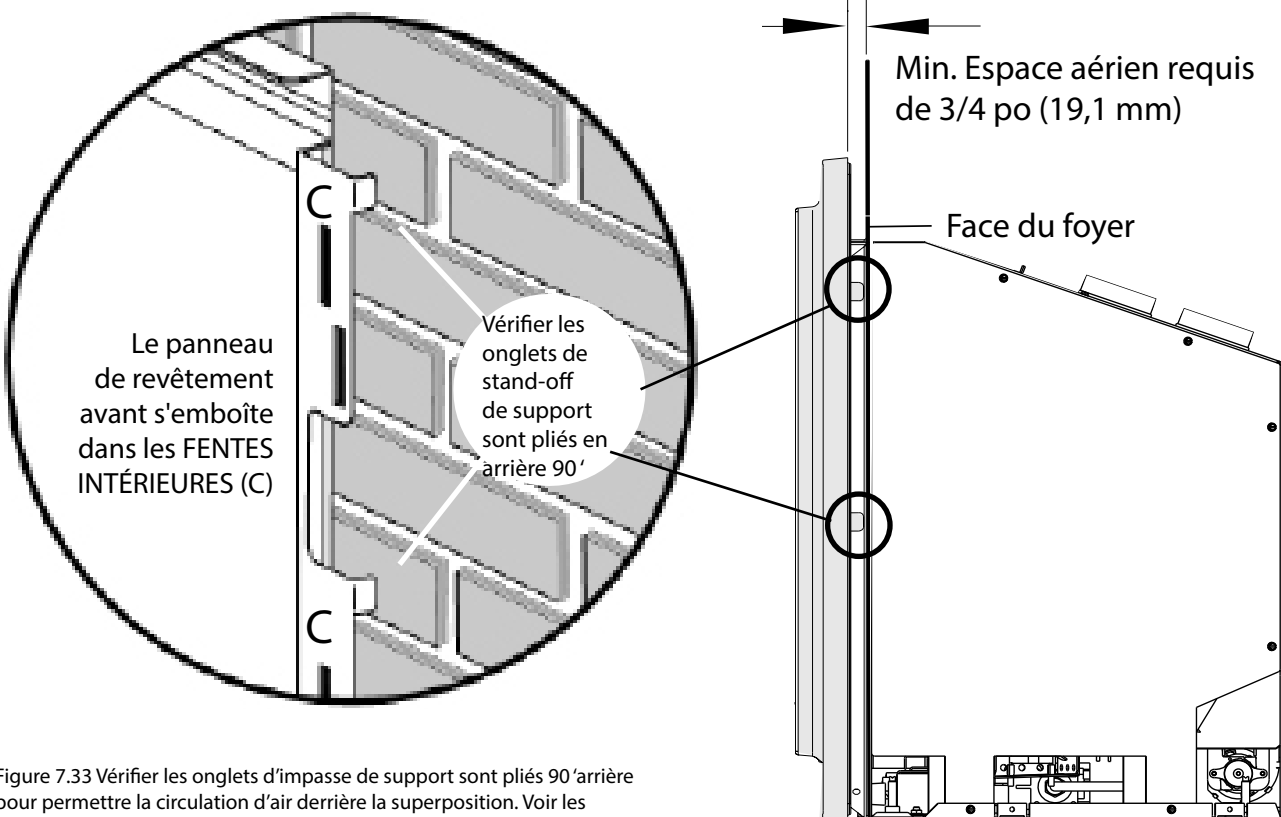

Figure 7.33 Vérifier les onglets d'impasse de support sont pliés 90° arrière pour permettre la circulation d'air derrière la superposition. Voir les détails.
Illustration 7.34. Engagez la bûche du côté gauche #2 avec les goupilles sur le côté gauche du brûleur indiqué sur la fig. 7.33.
Les supports de suspension du revêtement s'emboîtent dans les fentes intérieures (C) par l'avant des supports de montage de la boîte à feu. Voir la figure 7.33.